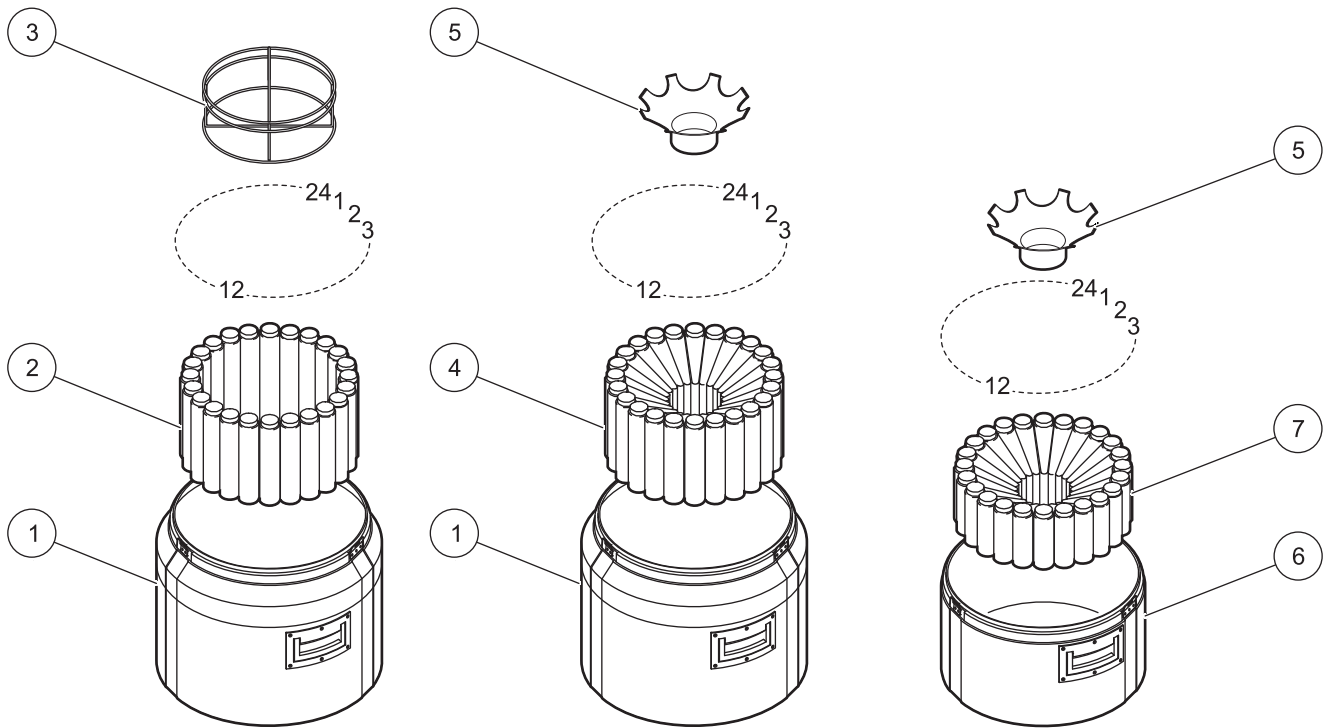

图 11 24 瓶 安装
3. 将定位器安装在采集瓶前方, 把手向上。用皮带固定 (图 11)。